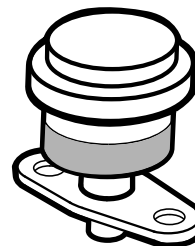

Bild 47
Warten Sie den Hauptluftfilter nur, wenn die Wartungsanzeige dies anzeigt (Bild 47). Das frühzeitige Auswechseln des Luftfilters erhöht nur die Gefahr, dass Schmutz in den Motor gelangt, wenn Sie den Filter entfernen.
1. Überprüfen Sie die Blockadeanzeige des Filters. Wenn die Anzeige rot ist, muss der Luftfilter ausgetauscht werden (Bild 47).